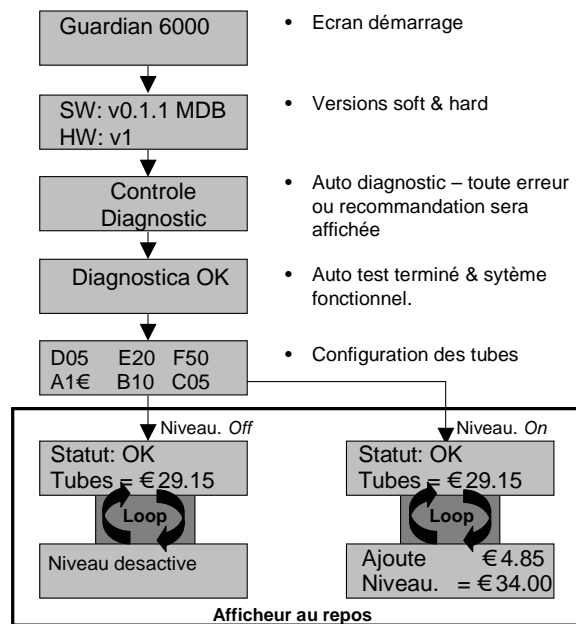

Fig 4
9. le monnayeur va s'allumer, faire son auto test, et son afficheur indiquera en alternance 2 infos sur son état (fig4) .